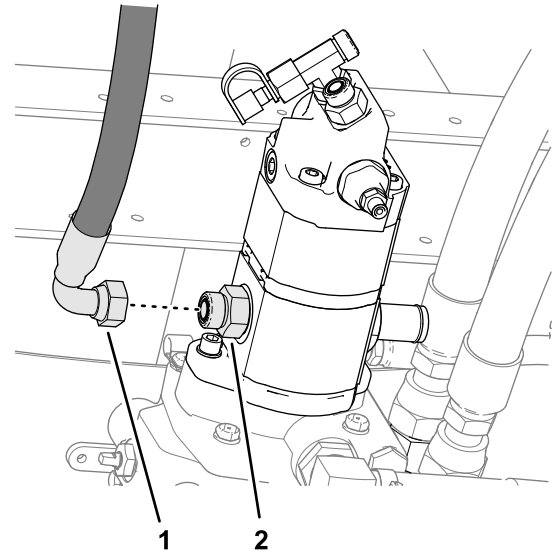

Figura 110
5. Conecte la manguera de presión del motor de la bomba de fumigación al acoplamiento recto, y apriete el acoplamiento (Figura 110).